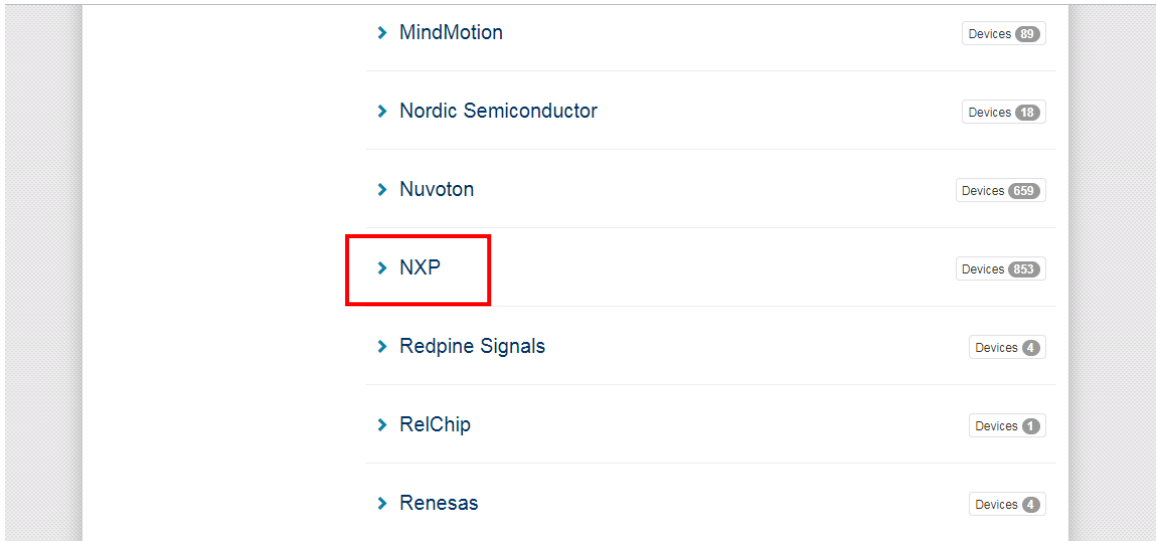
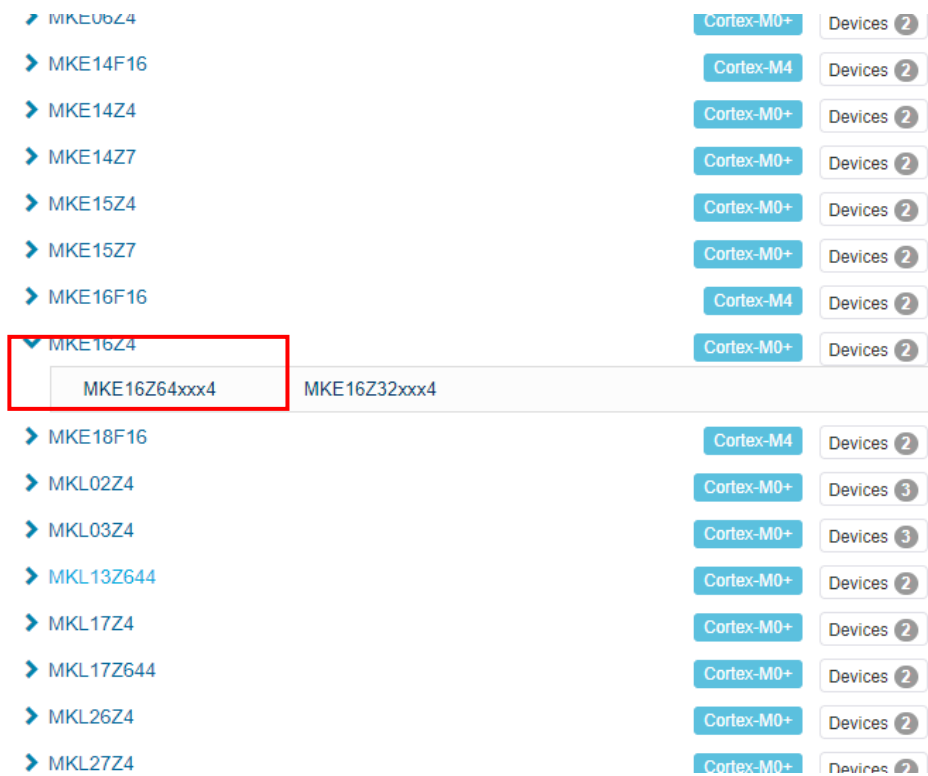

图 3.1.3 Keil 官网 Device Lis 页面
图 3.1.4 Keil 官网 Device Lis 页面
(3) 在 Device List 页面下找到 NXP 系列，点击下拉找到 MKE16Z 系列，如图 3.1.3 和图 3.1.4 所示：